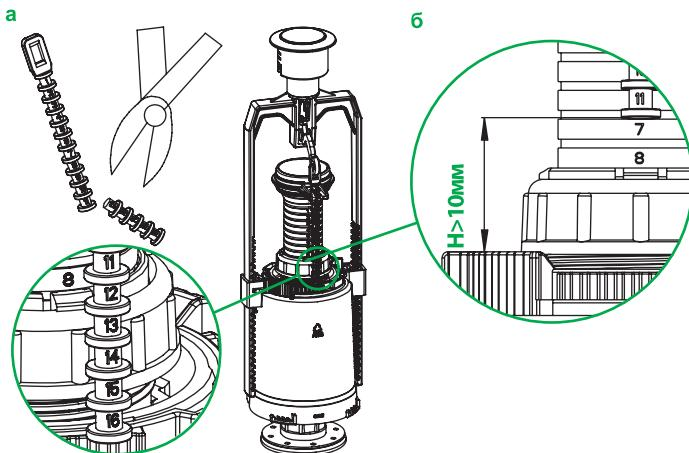

Рис. 12 / 12-сур.
7. Лишнюю длину тяги удалите с помощью кусачек (рис. 12).